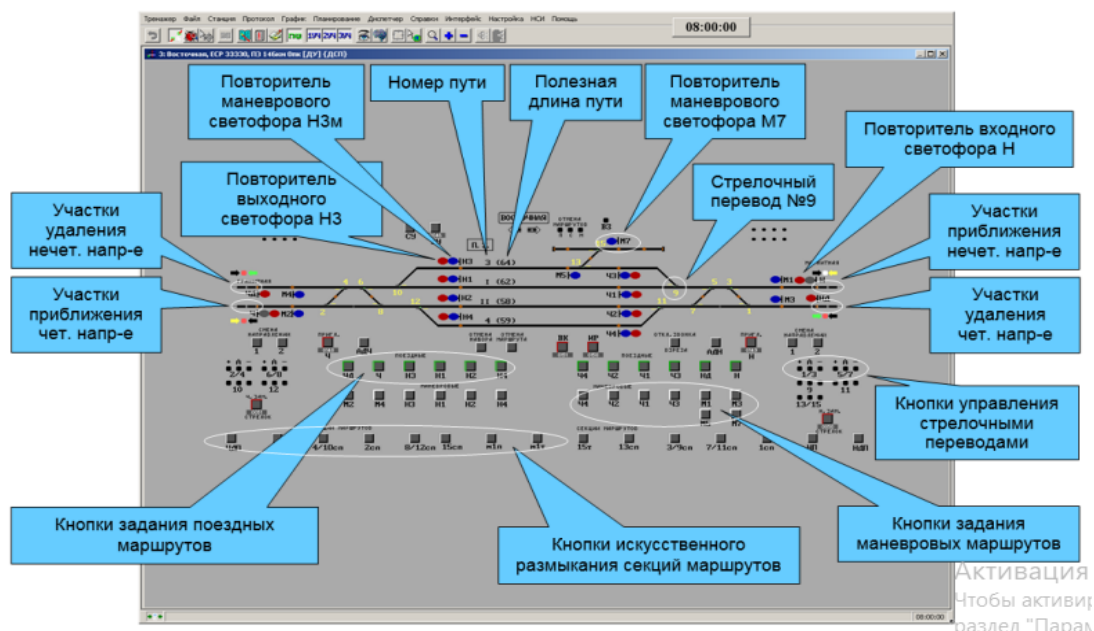
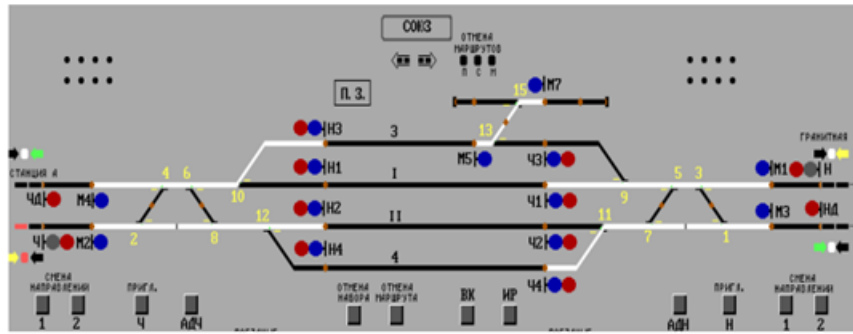

Рис. 1. Вид рабочего экрана при работе в имитационном тренажере ДСП/ДНЦ в должности ДСП
Рис. 2. Фрагмент пульт-табло станции при проверке положения СП
- пульт - табло железнодорожной станции – «рабочее место ДСП» (рис. 1);
При работе в имитационном тренажере в режиме АРМ ДСП на экране дисплея в поле для графических схем представлен пульт-табло станции (рис.1).
Светофоры на станциях подразделяются на маневровые и поездные (рис.1). По сигналам маневровых светофоров в движении приводятся только маневровые единицы. Синий сигнал соответствует нормальному положению, светофоров закрыт. При правильном задании маршрута для маневровой единицы сигнал переключается на лунно-белый.
Стрелочные переводы обозначены на схеме цифрами, указывающими их номер. На пульт-табло справа и слева расположены кнопки управления СП и съездами (рис. 1). Кнопка «+» переводит стрелку в плюсовое положение, кнопка «-» – в минусовое, а кнопка «А» – в режим автоматического перевода стрелок при задании маршрутов. При загрузке имитационного тренажера кнопки управления СП установлены в режим автоматического перевода. Чтобы проконтролировать положение СП, необходимо одновременно нажать две кнопки курсора «мыши» (рис. 2.), что заменяет нажатие кнопки подсветки на реальных пульт-табло станций.
Кнопка «ИР» (рис. 1) предназначена для искусственной разделки маршрута. Она необходима в тех случаях, когда после проследования подвижной единицы какие-либо секции маршрута остались не разомкнутыми (горят белым цветом). Тогда нужно нажать кнопки не разомкнувшихся секций и кнопку «ИР», и с выдержкой 3-4 минуты осуществится размыкание секций, ранее не разомкнутых.
Кнопка «ВК» (рис. 1) позволяет при ложной занятости стрелочного изолированного участка осуществить перевод стрелки, входящей в данный изолированный участок.